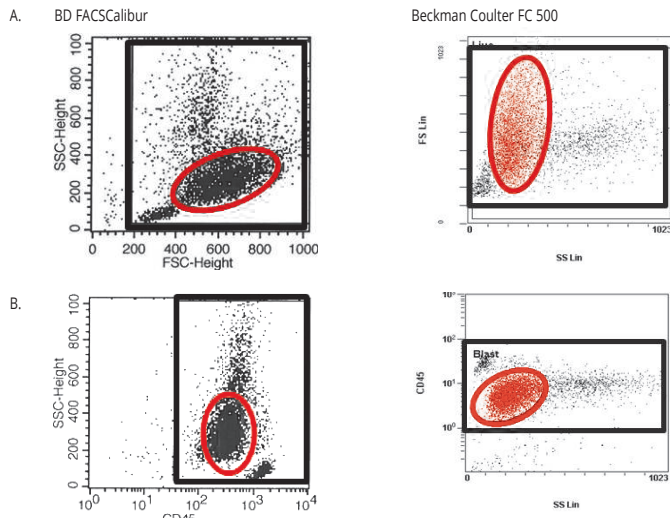

FIGURE 1. Méthode de fenêtrage utilisée pour obtenir les valeurs de référence de CD117, CD25 et CD71.
8. Analyser par cytométrie de flux en fenêtrant les cellules anormales et/ou par un fenêtrage « live » 4 des leucocytes totaux à partir d'un cytogramme CD45/SSC ou FSC/SSC. **Voir figure 1.**